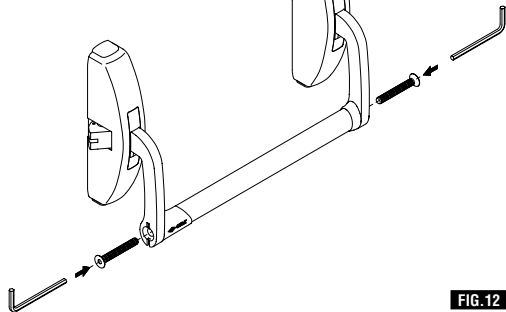

FIG. 12
- 11) Montare la barra fra le due leve, verificare che i due tappi di raccordo siano bene a contatto con le rispettive staffe avvitare con forza le viti da M5 x 70 sui fori delle staffe con una chiave esagonale da 5 mm per bloccare la barra (fig. 12).
- 11) Mount the bar between the two levers, check that the two connection plugs are fitting snugly with their respective casings, screw in well the M5 x 70 screws into the holes of the casings with a 5 mm Allen key to block the bar (Fig. 12).
- 11) Monter la barre entre les deux leviers, vérifier que les deux bouchons de raccordo sont bien a contact des brides respectives, visser à fond les vis M5 x 70 sur les trous des brides avec une clé hexagonale de 5 mm pour bloquer la barre (fig. 12).
- 11) Coloque la barra entre las dos palancas; verifique que las dos tapas de unión estén en contacto correctamente con las respectivas abrazaderas. Enrosque con fuerza los tornillos M5 x 70 en los orificios de las abrazaderas, con una llave hexagonal de 5 mm, para bloquear la barra (Fig. 12).
- 11) Die Stange zwischen den beiden Hebeln einsetzen, dabei kontrollieren, ob die beiden Verbindungsdeckel einwandfrei in den entsprechenden Bügeln sitzen, dann die Schrauben M5x70 mit einem 5-mm-Sechskantschlüssel auf den Bohrungen der Bügel fest anziehen, um die Stange zu blockieren (Abb. 12).